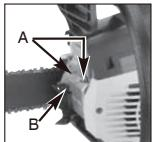

Fig. 17A
1. Retire los 2 pernos (A) y tire hacia afuera del silenciador. (Fig. 17A).
2. Retire los 2 tornillos que sujetan la tapa (C).
3. Deseche la pantalla apagachispas (D) usada y sustitúyala por una nueva.